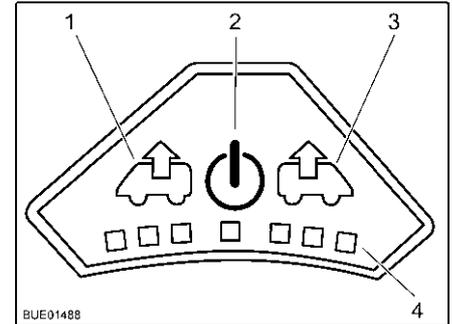

Fig. 96 Cuadro de mando del ventilador
**Conectar:** ■ Pulsar la tecla On/Off (Fig. 96,2). El ventilador funciona en el modo confort (extracción con la velocidad más baja del ventilador).
**Extracción de aire:** ■ Para aumentar la velocidad del ventilador: Pulsar la tecla de extracción (Fig. 96,1). La velocidad del ventilador aumenta un nivel en el sentido de extracción de aire. Los LEDs (Fig. 96,4) muestran los niveles de ajuste.
■ Para disminuir la velocidad del ventilador: Pulsar la tecla de ventilación (Fig. 96,3). La velocidad del ventilador disminuye un nivel.
- Para aumentar la velocidad del ventilador: Pulsar la tecla de ventilación (Fig. 96,3). La velocidad del ventilador aumenta un nivel en el sentido de ventilación. Los LEDs (Fig. 96,4) muestran los niveles de ajuste.
- Para disminuir la velocidad del ventilador: Pulsar la tecla de extracción (Fig. 96,1). La velocidad del ventilador disminuye un nivel.
- Pulsar la tecla On/Off (Fig. 96,2). El ventilador se detiene, los LEDs se apagan.